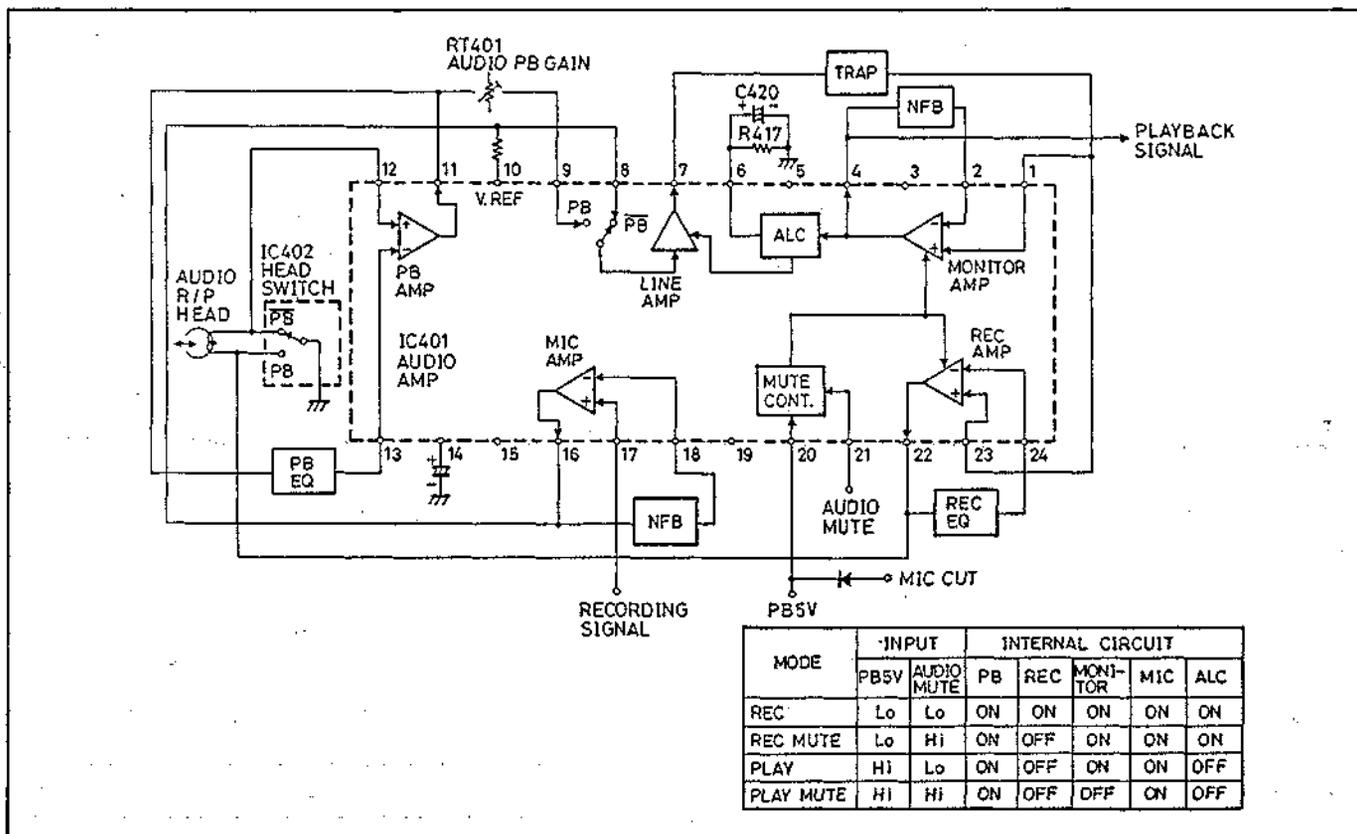

Abb. 6.4 Audioverstärker (IC401)
4. Hörfrequenzkreis (Abb. 6.4 bis 6.7)
4.1 IC401 (Abb. 6.4)